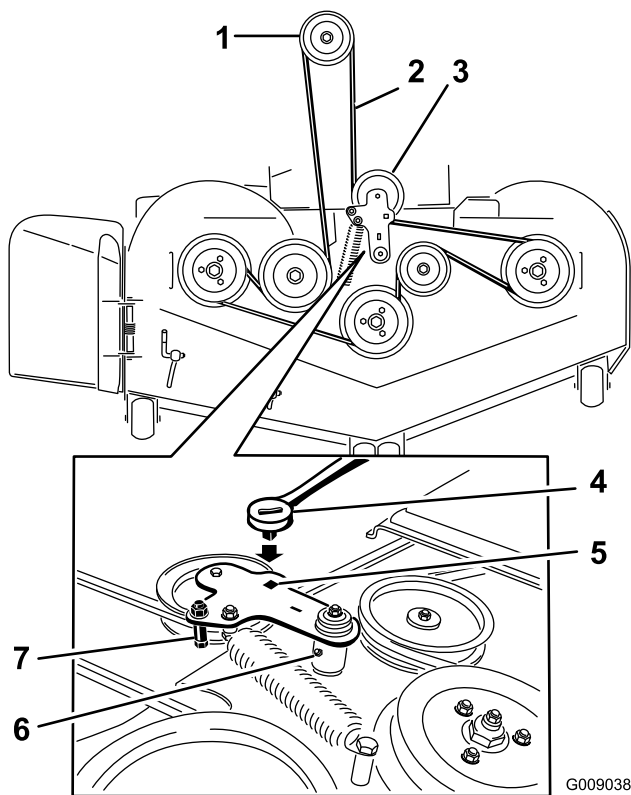

Figura 99
5. Levante la chapa de suelo e introduzca una llave dinamométrica en el taladro cuadrado del brazo tensor de la carcasa (Figura 99).
6. Gire cuidadosamente el brazo tensor de la carcasa en el sentido de las agujas del reloj y retire la correa del cortacésped (Figura 99).